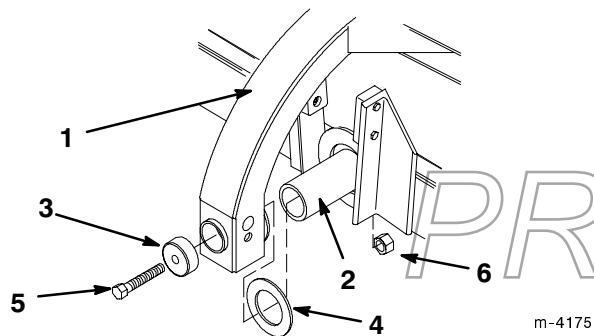

Figure 2
- Monter la rondelle de butée et le châssis de pivot sur l'axe à l'arrière de la tête de balai (Fig. 2).
- Fixer le châssis de pivot à l'aide d'un capuchon de pivot, d'un boulon de 19 mm (3/4") x 26,7 cm (10 1/2"), et d'un écrou de 19 mm (3/4") (Fig. 2).